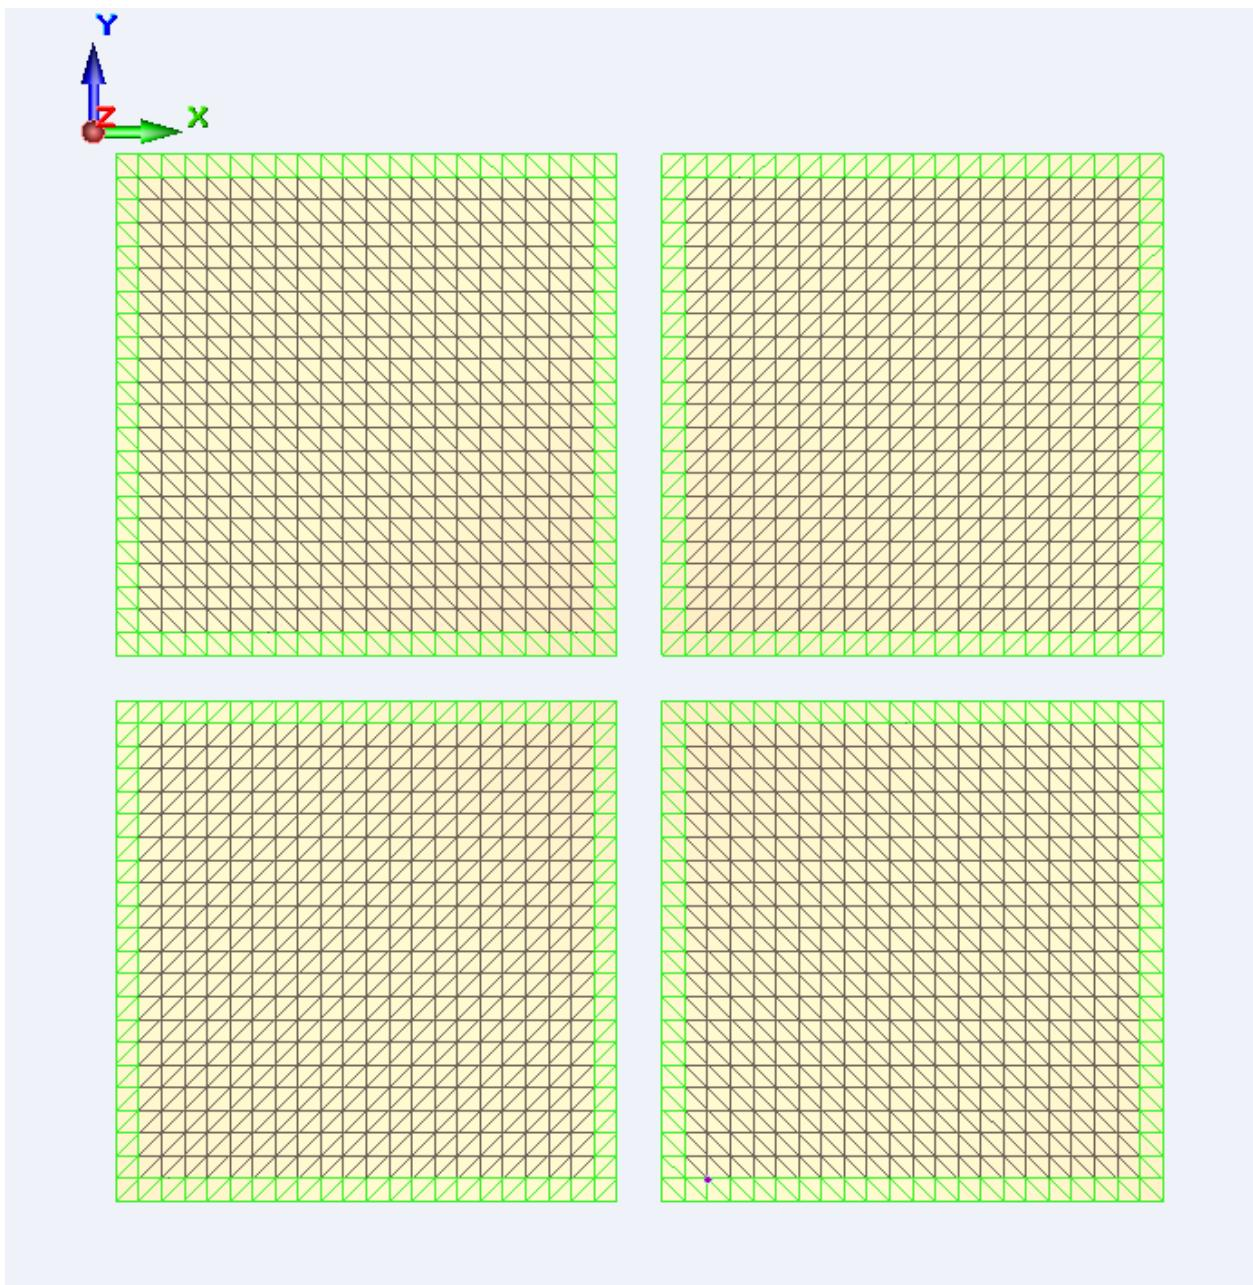

Рис.5.6. Выделение пластин на расстоянии от 0,5 м до 1 м от балочных элементов (визуализируется зеленым цветом)
- Способом выделения «рамка» с зажатой кнопкой Shift выделяем полосу пластин оболочки шириной 0,5 м (рис.5.6)